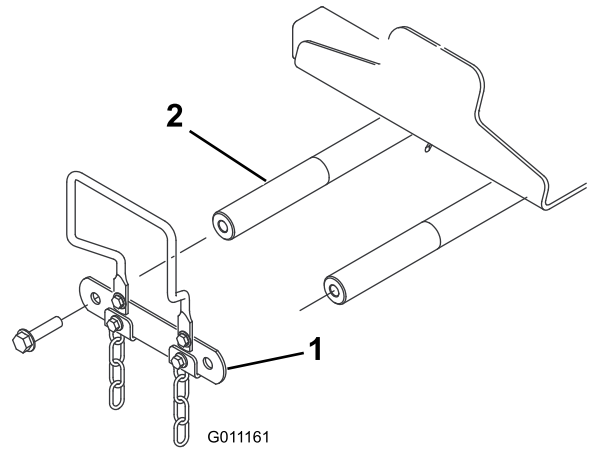

Bild 10
4. Entfernen Sie die beiden Bundkopfschrauben ($1/2'' \times 2''$) an der Vorderseite der Maschine, mit denen die Gelenkwellenverbindung an den Gelenkwellen des Hubarms befestigt ist, und nehmen Sie die Verbindung ab (Bild 10).